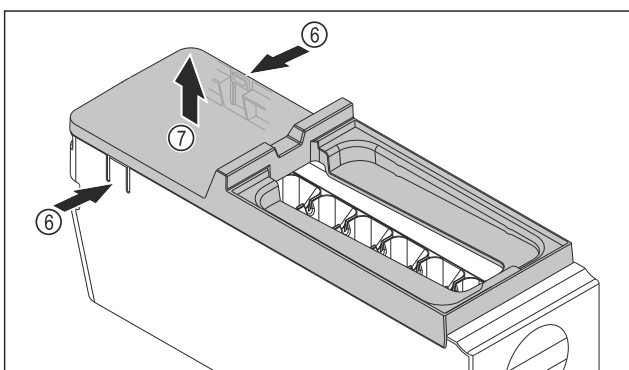

Fig. 113
- ▶ Afdekking van de EasyTwist-Ice-corpus wegnemen: Strips Fig. 113 (6) aan beide zijden van de EasyTwist-Ice-corpus met een hand indrukken.
- ▶ Afdekking Fig. 113 (7) met de andere hand van bovenaf wegnemen.